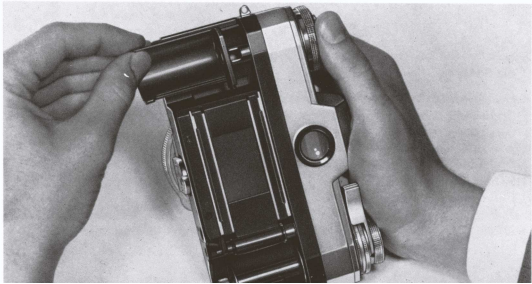

Abb. 4
1. Camera-Rückwand abnehmen. Füllstück in der Film Patronenmulde durch Eindrücken der seitlichen Kante lockern, herausziehen und zusammen mit der ebenfalls herausgenommenen Aufwickelspule aufbewahren. Zum Filmeinlegen ohne Wechsel-Magazin Füllstück wieder einsetzen, wobei die unter dem Füllstück angebrachten Nocken in die entsprechenden Aussparungen im Camerakörper einrasten müssen (Abb. 4).